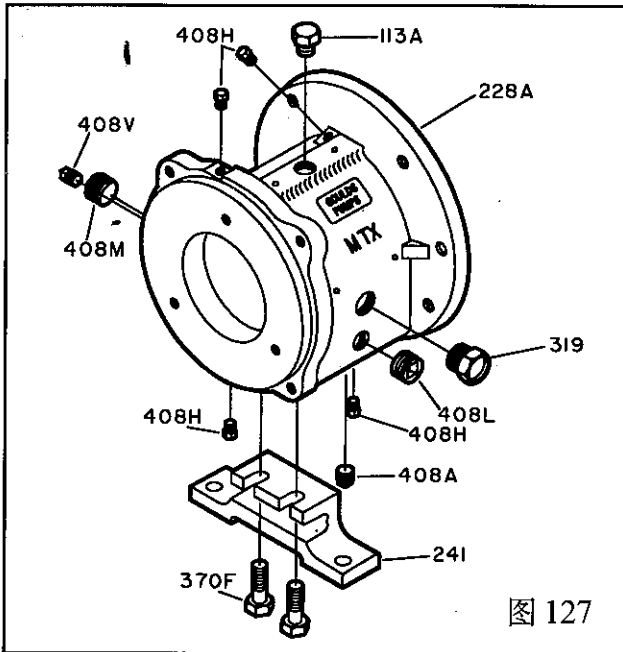

图 127
1. 在轴承箱(228)上装上注油塞(113A)、排油塞(408A)、视镜(319)、油杯塞(408J)、四个油雾联接塞(408H)或油脂接头(193)和油脂排出塞(113)、油冷却器进出口塞(408L,408M)(图 127)。
2. 用螺栓(370F)将轴承箱与支脚(241)相连, 用手拧紧。(图 127)